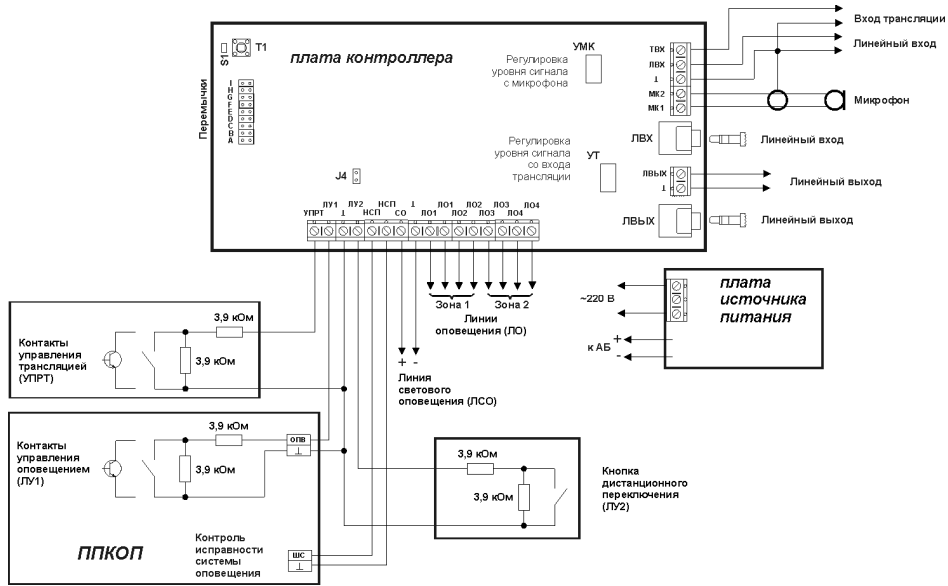

Рис. 1 Схема подключения прибора «Рокот-2»
При необходимости размещения в зоне оповещения максимального количества АС (до 20 АС-2-2 или до 8 АС-2-1) с использованием только одной линии оповещения допускается объединение выходов ЛО путем установки перемычки между левыми (по рис.1) клеммами выходов ЛО1 и ЛО2 (ЛО3 и ЛО4). Собственное сопротивление проводников такой ЛО должно быть не более 1,5 Ом.
- К клеммам «220В» платы прибора подсоедините кабель сетевого питания (см. рис. 1). Подайте на прибор напряжение сети ~220 Вт 50 Гц.
- Снимите переключку «А» (см. рис.1) и дождитесь прохождения проверки состояния линий оповещения (не более 20 секунд).
- в дежурном режиме работы, открыв крышку прибора, нажать кнопку Т1 на плате контроллера (см. рис.1) и удерживать до загорания индикатора S1.
Переход в тестирование системы происходит *из дежурного режима* при снятии переключки «С» (см. рис. 1). Пока снята эта переключка, индикатор НЕИСПР мигает зеленым, контакты выхода «Неисправность» разомкнуты.